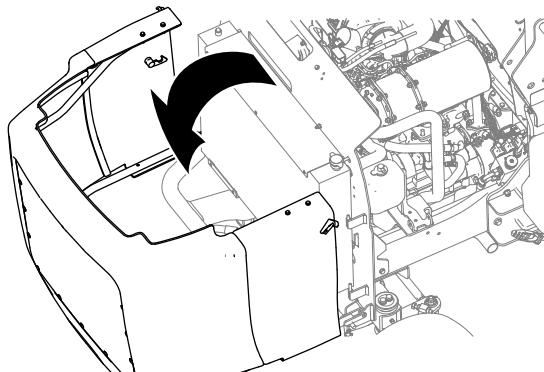

Figure 67
5. Déverrouillez et soulevez le capot (Figure 67).